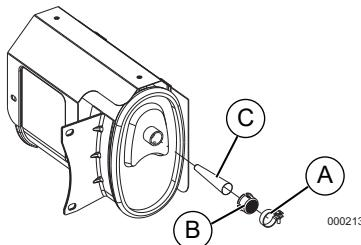

Figura 4-5. Filtro del supresor de chispas
1. Afloje la abrazadera (A) y retire el tornillo. Consulte la **Figura 4-5**.
2. Revise la pantalla (B) y sustitúyala si está desgastada, perforada o dañada de alguna manera. Si la pantalla no está dañada, límpiala con un disolvente comercial.
3. Sustituya la pantalla del supresor de chispas (C) y el cono (B). Fíjela con la abrazadera (A) y el tornillo.